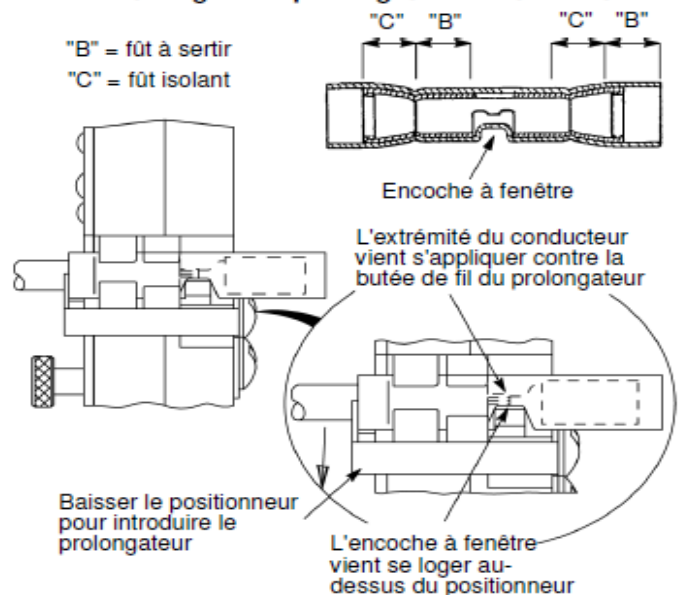

Figure 5
- Abaisser le positionneur. Placer le prolongateur dans la chambre de sertissage de façon à ce que l'encoche à fenêtre du prolongateur vienne se loger au-dessus du positionneur. Voir Figure 5.